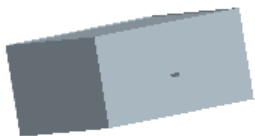
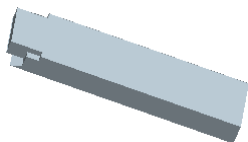

图 27.19 着色后的体积块（一）
图 27.20 着色后的体积块（二）
Step6. 在“体积块分割”操控板中单击 体积块 按钮，在“体积块”界面中单击 1 体积块_1 区域，如图 27.19 所示，然后在选中的区域中将名称改为 SLIDE_BODY；在“体积块”界面中单击 2 体积块_2 区域，如图 27.20 所示，然后在选中的区域中将名称改为 SLIDE_MOLD。